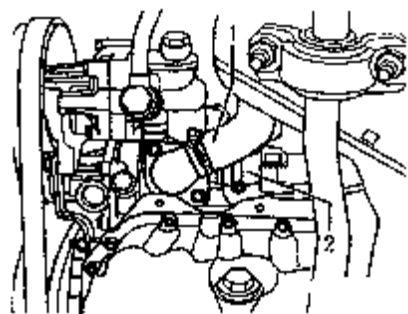

图 4-144 拆卸冷却液软管
(4) 拧下 V 形皮带及叶片泵多楔皮带轮的紧固螺栓，用一销子插入叶片泵皮带轮，将其保持在原位。从支座上拧下叶片泵固定在车身上，从冷却液泵及节温器上断开冷却液软管 1 和 2 (图 4-144)。